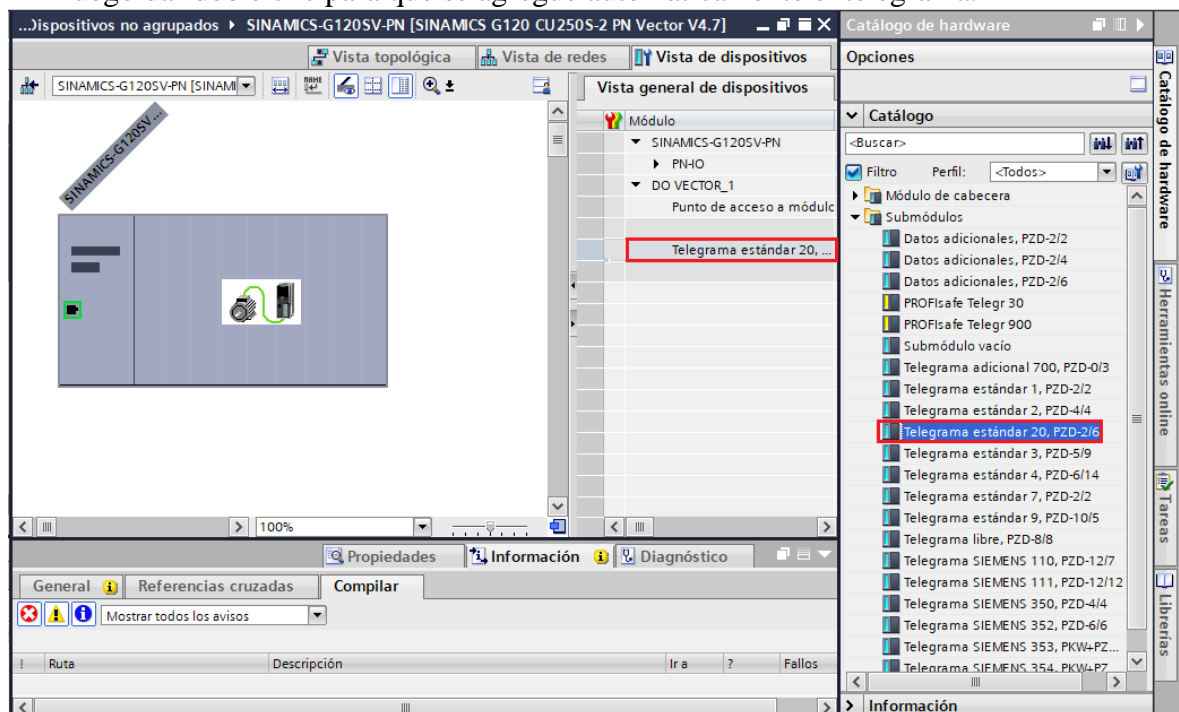

Figura 15. Agregar telegrama estándar 20 PZD 2/6.
(2) Luego de agregar el variador de frecuencia, se debe asignar el telegrama de comunicación (Telegrama 20), para lo cual se debe dar doble clic sobre el Variador de frecuencia y luego ubicarse en “Catálogo de Hardware”.
- Luego dar clic sobre “Submódulos” / “Telegrama estándar 20, PZD-2/6” (ver Figura 15).